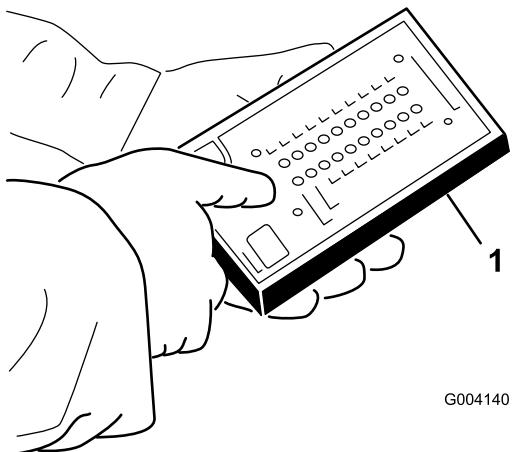

図 51
5. ハーネスのコネクタ（図 51）に ACE テスターを接続する。